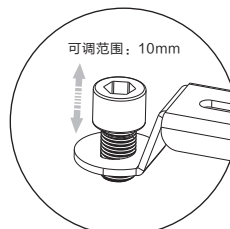

图19
- 4、如果投影机安装孔处于不同的水平上,则需要转动调节螺母(4-4)升降安装支臂,使其处于同一水平上,然后进行安装(调节螺母可调范围为1cm)如图19。